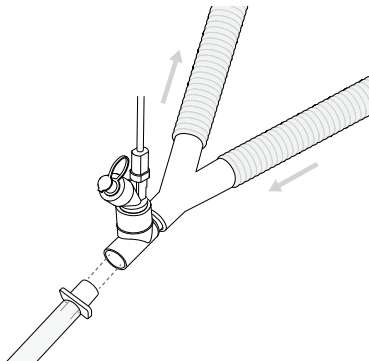

Abbildung 8. Der Aerogen Solo kann zwischen dem Y-Anschlussstück und dem Endotrachealschlauch angebracht werden
- Der Aerogen Solo kann, wie in Abbildung 8 gezeigt, zwischen dem Y-Anschlussstück und dem Endotrachealschlauch angebracht werden. Der Aerogen Solo kann zusammen mit einem Wärme-/Feuchtigkeitsaustauscher (HME) mit Filter verwendet werden.